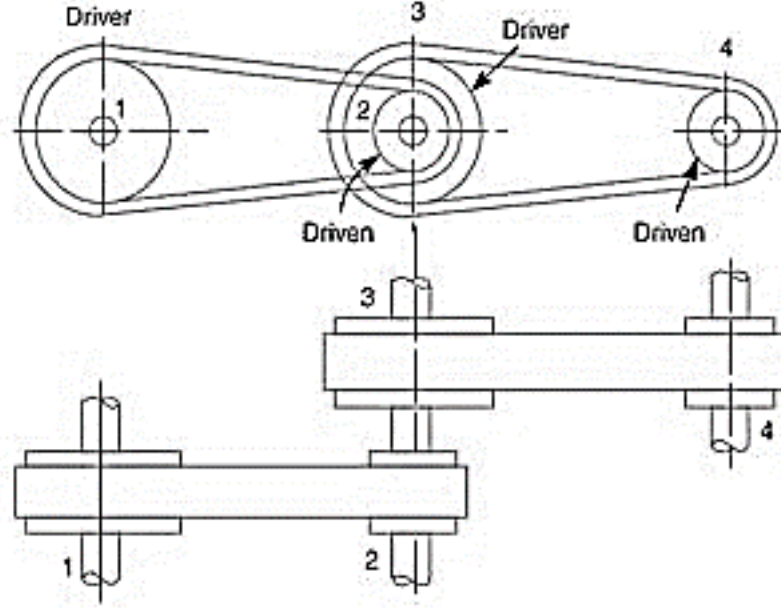

Figure 4.6
5. **कंपाऊंड बेल्ट ड्राइव्ह:** Figure 4.6 मध्ये दर्शविल्याप्रमाणे कंपाऊंड बेल्ट ड्राइव्हचा वापर केला जातो जेव्हा पॉवर एका शाफ्टमधून अनेक (more than two pulleys) पुलीद्वारे वाहून नेली जाते .